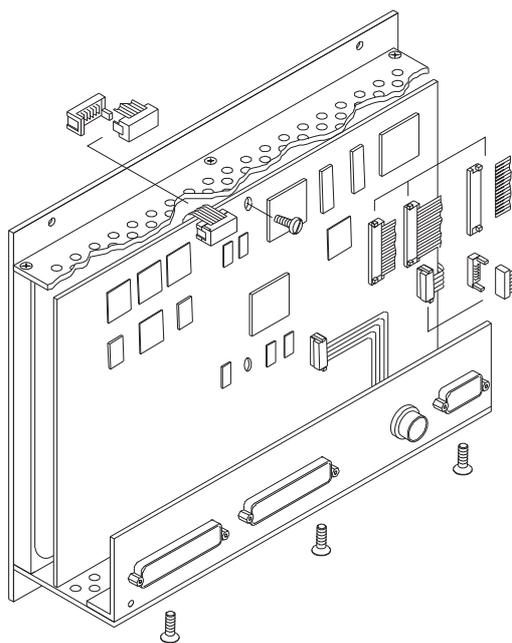

Bild D 8-13 : Lösen der Einheit aus Hauptplatine und Anschlussplatte
4. Lösen Sie die vier Befestigungsschrauben der Hauptplatine, lösen Sie auf der Geräteunterseite die unteren Befestigungsschrauben und heben Sie vorsichtig die Einheit aus Anschlussplatte und Hauptplatine aus dem Gehäuse (Bild D 8-13). Achten Sie darauf, keine Kabel zu beschädigen!